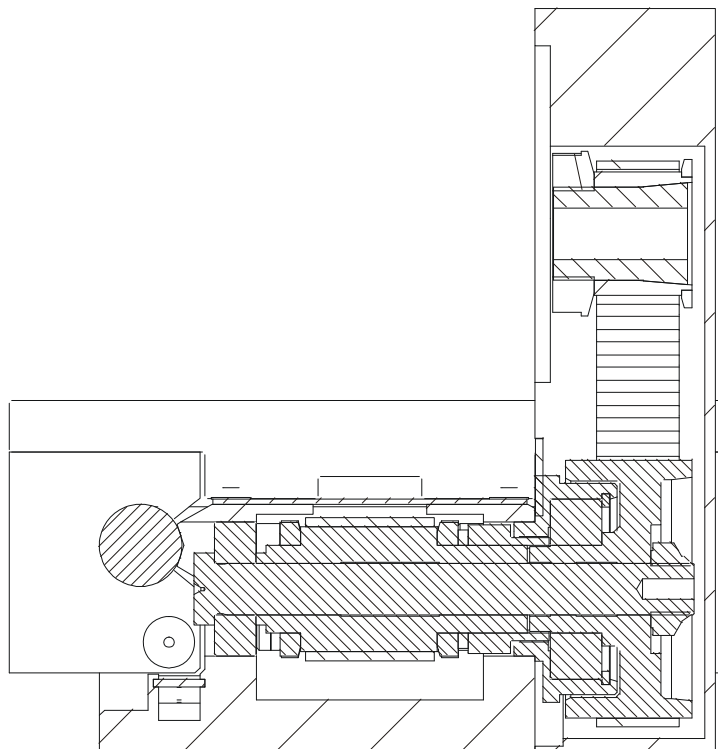

Abbildung 28: Schnittansicht Antriebssatz Modul 105
- Antriebssatz durch Lösen der vier Befestigungsschrauben Stück für Stück herausdrücken (siehe *Abbildung 28, unten*)